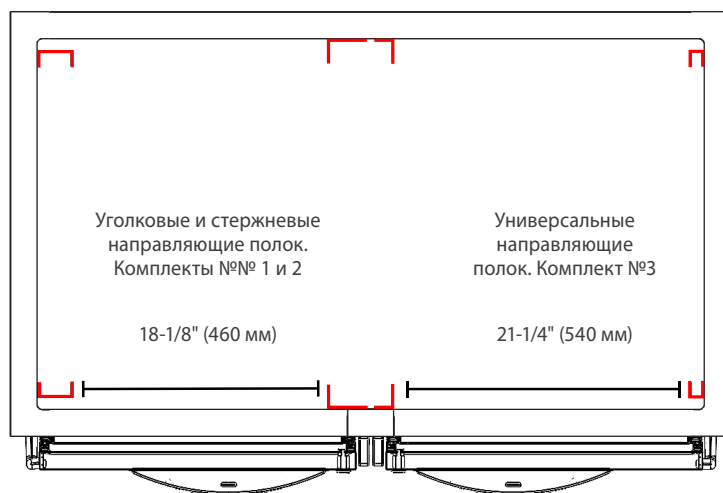

Рис. 5. Измерить расстояние между стойками Вид сверху
4. Проверить расстояние между стойками. См. рис. 5 и 6.